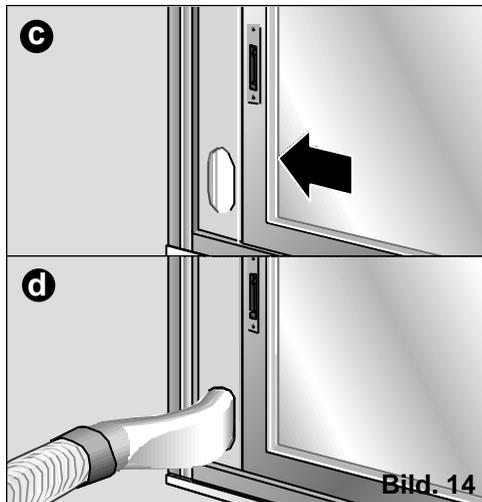

Bild. 14
- Du kan också använda specialtillbehöret för skjutfönster/dörr (läs mer om detta i det kapitel som behandlar tillbehören) **Bild 14: a, b, c, d**. Detta tillbehör fungerar både för skjutfönster / och skjutdörrar.